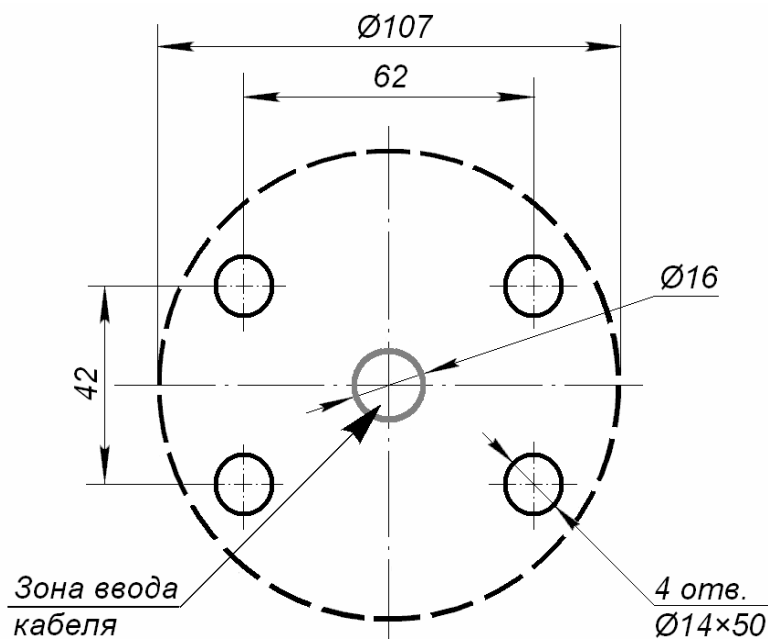

Рисунок 5 Разметка отверстий для установки IRP01
3. Выполните на установочной поверхности в соответствии с рис. 5 разметку отверстий для монтажа изделия, а также разметку кабельного канала для прокладки кабеля подключения контроллера СКУД к зоне входа кабеля в стойку с учетом расположения контроллера СКУД.
8. Протяните кабель через центральное отверстие в основании диаметром 16 мм (см. рис. 5).